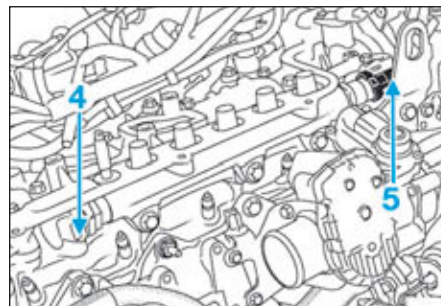

FIG.146
- Débrancher les connecteurs électriques du régulateur de pression de rampe (4) (Fig.146) et du capteur de pression de rampe (5).